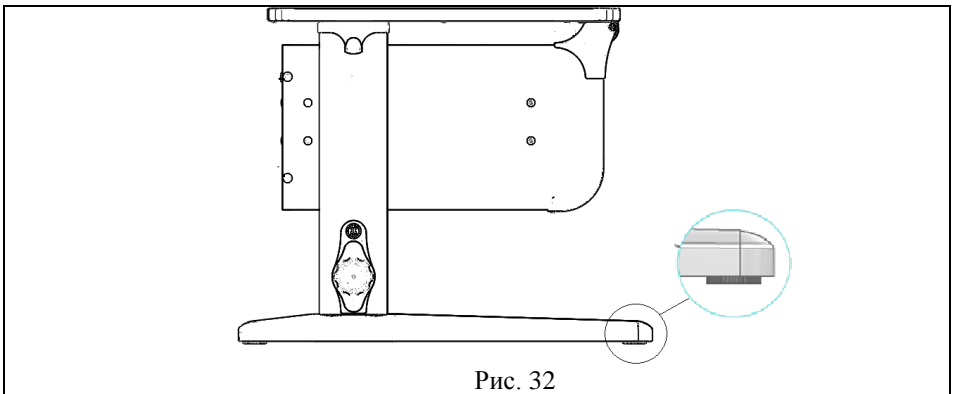

Рис. 32
6.1. Стол следует устанавливать на ровную горизонтальную поверхность, обеспечивающую опору всех ножек, при необходимости отрегулировать стол ножками (см. рис. 32) до горизонтального положения столешницы.